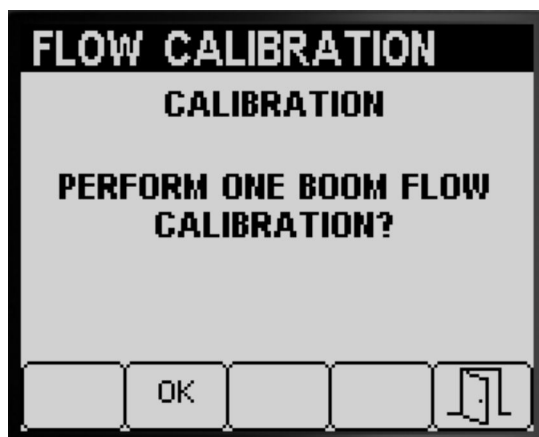

図 59
ブームキャリブレーションを行うように指示する図 59 ので、以下のうちのひとつを行う
- 1 ブームキャリブレーションを行わない場合には、ボタン 5 を押してキャリブレーション画面に戻る図 59。